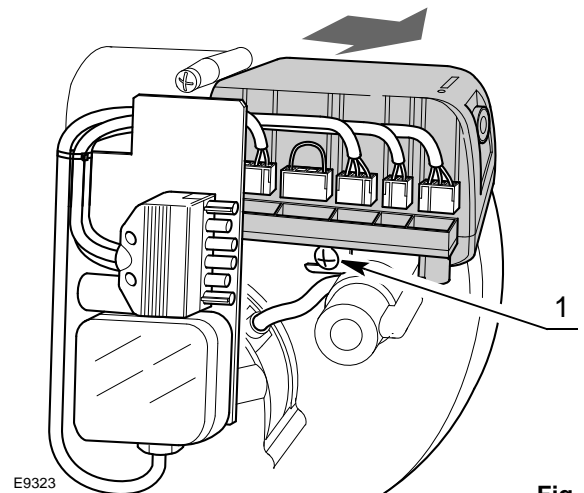

Fig. 19
- débrancher tous les connecteurs qui y sont reliés, la fiche à 6 pôles, les câbles de haute tension et le fil de terre (TB);
- dévisser la vis 1)(Fig. 19) et tirer l'appareil dans le sens de la flèche.
- visser la vis 1)(Fig. 19) avec un couple de serrage de $1 \div 1,2$ Nm;